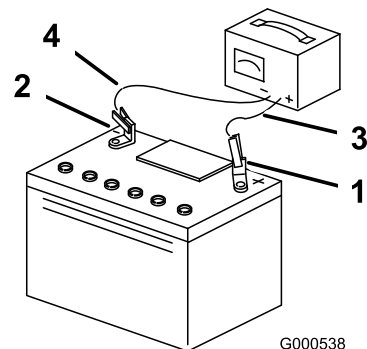

Figura 52
3. Cuando la batería esté completamente cargada, desconecte el cargador de la toma de electricidad, luego desconecte los cables del cargador de los bornes de la batería (Figura 52).